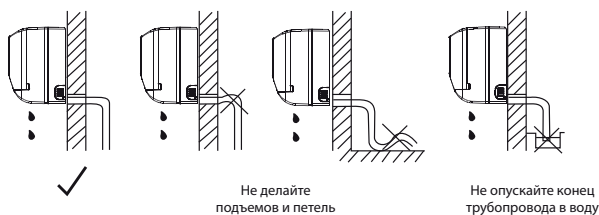

Рис. 5
- При необходимости удлинения дренажной трубы надежно закрепите и надежно изолируйте место соединения, не допускайте смещения трубы (рис. 5).